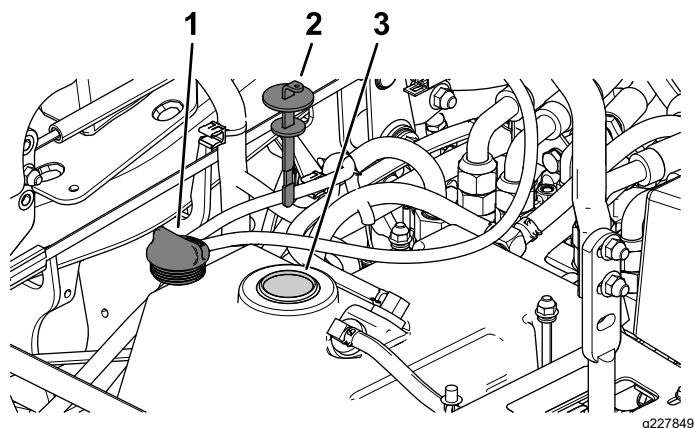

Figura 61
5. Retire el tapón del depósito hidráulico (Figura 61).
6. Retire la varilla y límpiela con un paño limpio (Figura 61).